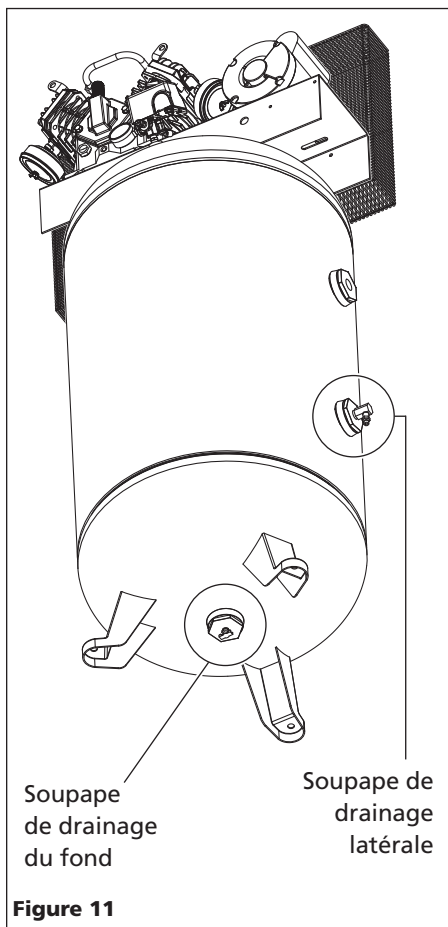

Figure 11
2. Purger le réservoir. Avec le compresseur hors circuit et la pression dissipée, purger l'humidité du réservoir en ouvrant le robinet de purge sous le réservoir. (Voir la Figure 11).